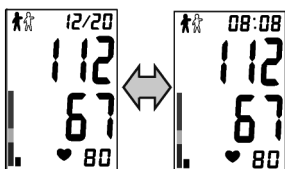

Fig. 12
4. Una señal acústica prolongada indicará que la medición ha terminado. El manguito se desinflará rápidamente y en el display aparecerán los valores de medición de la presión y de las pulsaciones. Además se visualizará en otra pantalla el tiempo de medición. Contemporáneamente, el icono  destellará para recordar al usuario que registre el valor medido (Fig. 12):